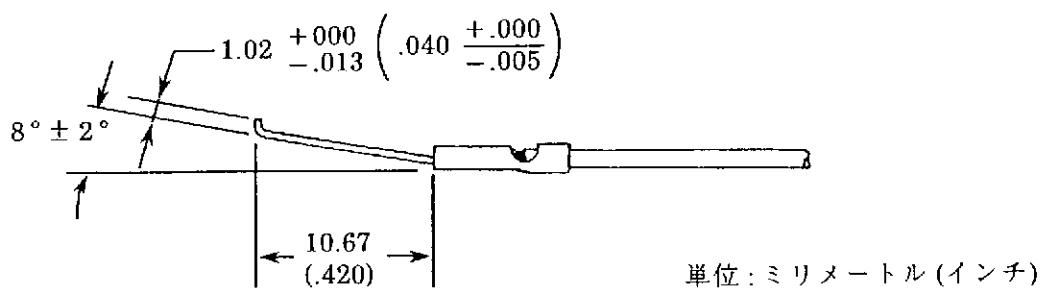

Fig. 3
(1) リード線と絶縁被覆むきした単線は、電線圧着胴部をとおって伸びていること。
(2) 絶縁部と導線の両方が、絶縁被覆抑え部と電線圧着胴部との間に容易に見えること。絶縁部が電線圧着胴部の中に圧着されないように注意すること。
A. 絶縁被覆むきした単線は、Fig. 3 に示すように曲げられること。